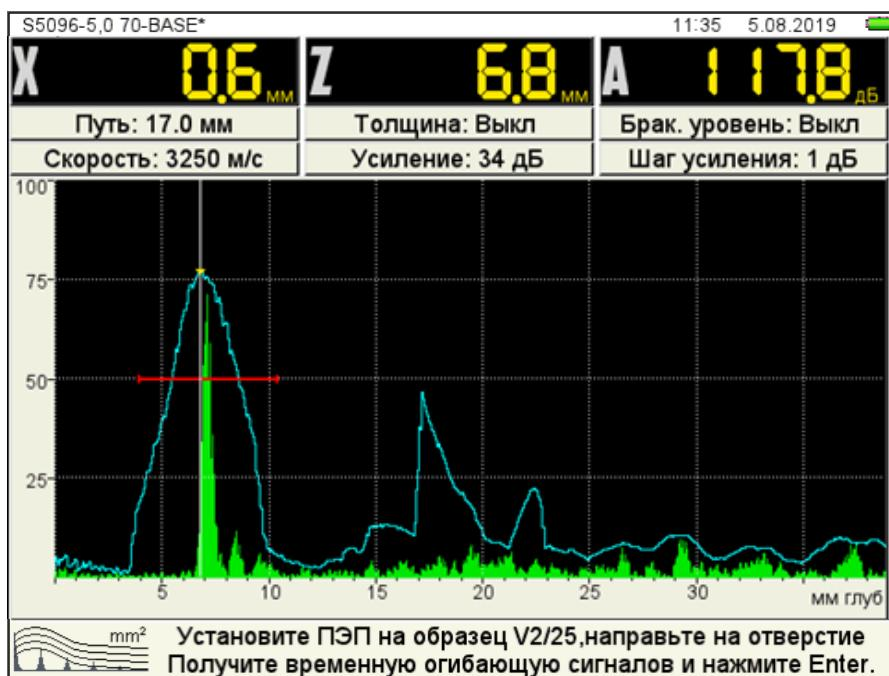

Рисунок 59
- перейти на строку с выбранным типом амплитудной коррекции АРД и нажать  . Откроется окно настройки АРД (рисунок 59).